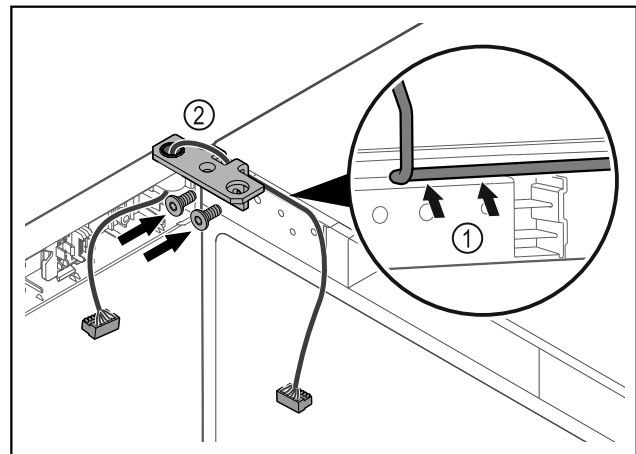

Fig. 44
- Kabel door de uitsparing van de scharnierhoek leiden en voorzichtig monteren Fig. 44 (1).
- Scharnierhoek Fig. 44 (2) vastschroeven.